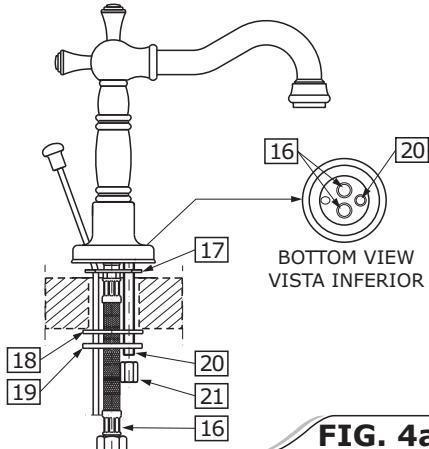

FIG. 4a
- ▶ Connect flexible hose (**16**) into proper holes (see bottom view at fig. 4a). Screw stud bolt (**20**) into small hole.
- ▶ Conecte la manguera flexible (**16**) dentro de los agujeros apropiados (ver vista inferior fig. 4a). Atornille el tornillo (**20**) dentro del agujero pequeño.